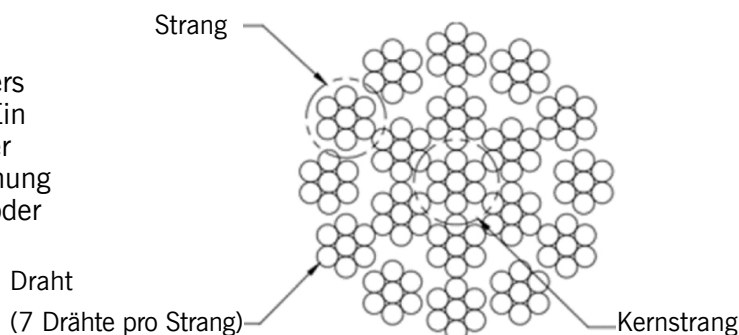

Abbildung 7-1. 19x7 vorgeformte Drahtseilzusammensetzung
- Bei laufenden Seilen, alle sichtbaren Drahtbrüche (**Abbildung 7-1**).